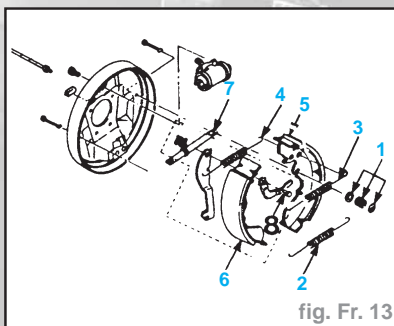

fig. Fr. 13
- Le ressort tensionneur de réglage (3), le ressort inférieur (2), utiliser des pinces pour ressort de freins (fig. Fr. 13)
- Les ressorts de maintien et les coupelles (1), utiliser l'outil KM-346.
- Le ressort de rappel supérieur (4), les mâchoires de frein (5 et 6) et le dispositif de réglage (7).